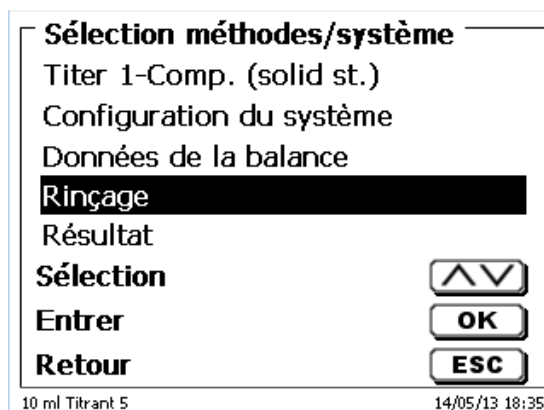

Fig. 21
Appuyer une fois sur <↑> pour accéder aussitôt à la sélection <Rinçage> (Fig. 21).
- Mettre en place dans l'unité interchangeable un nouveau cylindre en verre avec son piston (Fig. 21) et recouvrir de la protection UV bleue